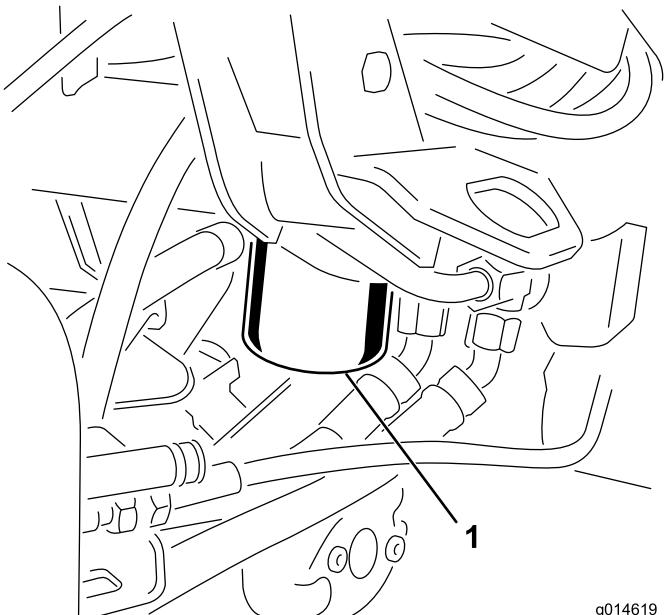

Figura 52
1. Pulite la superficie circostante il filtro (Figura 52). Collocate una bacinella di spурgo sotto il filtro e togliete il filtro.